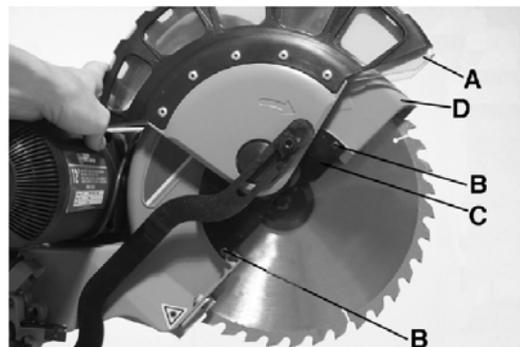

Abb. 14: Schutzhaube abschrauben
Schritt 3: Heben Sie die Pendelschutzhaube A (Abb. 14) an und lösen Sie die beiden Schrauben B. Nehmen Sie die Schutzhaube D und Schutzplatte C ab.
Hinweis: Achten Sie auf die richtige Einbau-richtung des Sägeblattes. Die Zahnstellung muss der Darstellung in Abb. 14 entsprechen. Beachten Sie die Kennzeichnung an der Säge.